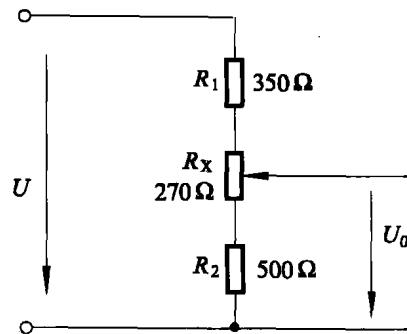

图 1-4 电位器分压电路
**例 2** 图 1-4 所示为电位器  $R_x$  ( $270\Omega$ ) 与电阻  $R_1$  ( $350\Omega$ )、 $R_2$  ( $550\Omega$ ) 组成的串联分压电路，在电视机中调节电位器  $R_x$  即可调节输出电压  $U_0$ ，从而改变电视机的某一模拟量。若电路的输入直流电压  $U = 12V$ ，试求输出电压  $U_0$  的变化范围。